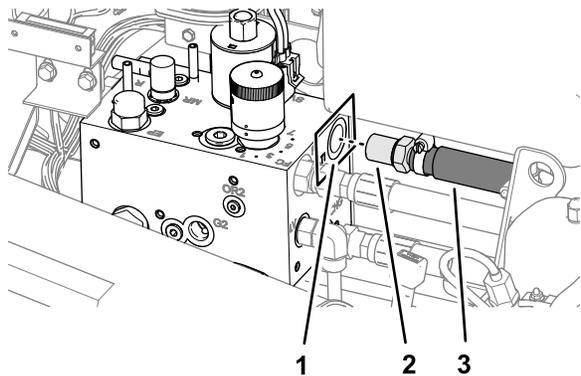

图45
1. 在滚刀驱动歧管从歧管的 T 端口卸下油冷却器回流软管的直通接头 图45。